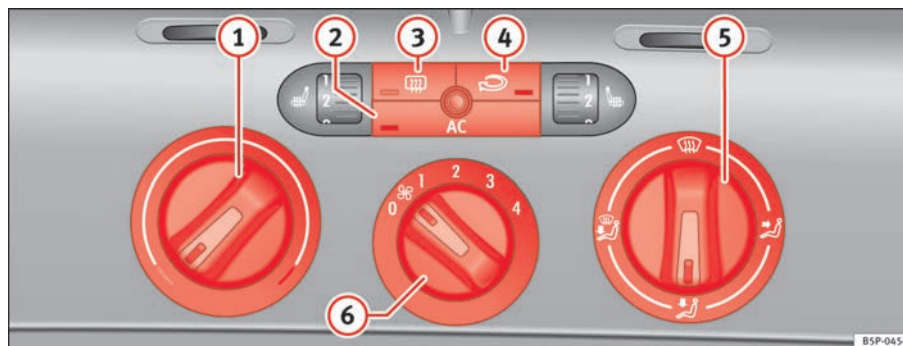

Fig. 127 Mandos del Climatic en el tablero de instrumentos
- Gire el regulador de la temperatura ⇒ fig. 127 ① hacia la derecha hasta alcanzar el grado de calefacción deseado.